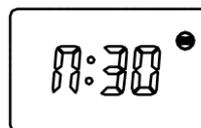

Fig.7
6.2.1.2 Pulsar "◀", "▲" y "▼" para ajustar la latitud, por ejemplo: latitud local 30°N ajustar a "N:30", latitud local 15°S ajustar a "S:15" (ver Fig.7)